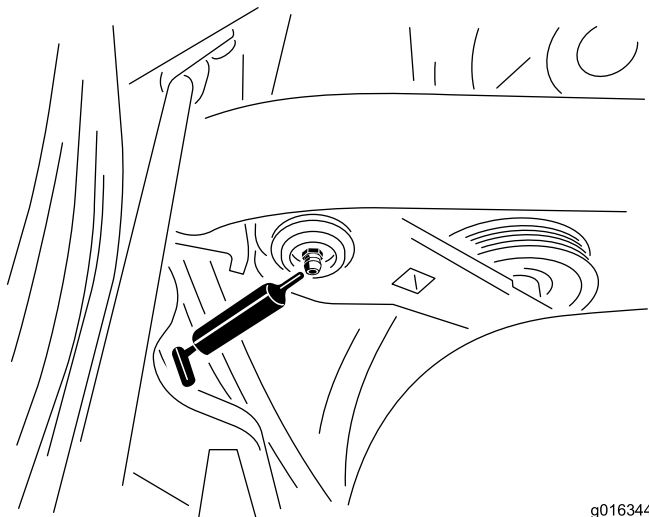

Рисунок 39
1. Во избежание попадания загрязнений в подшипник и втулку очистите протрите все масленки (Рисунок 39).